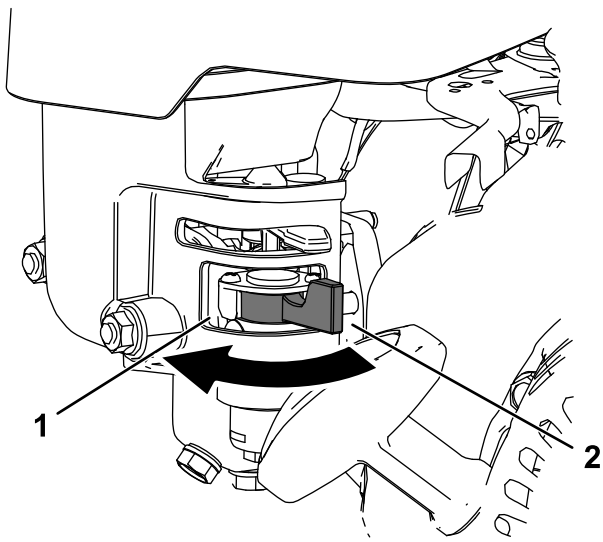

Figure 22
- Pour ouvrir le robinet d'arrivée de carburant, tournez le levier vers la poignée du lanceur (Figure 22).
- Pour fermer le robinet d'arrivée de carburant, tournez le levier à l'opposé de la poignée du lanceur (Figure 22).